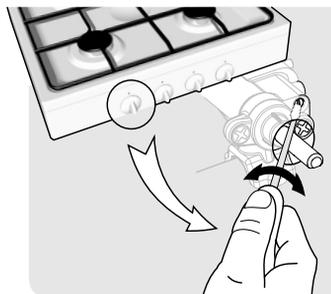

Рис. 4
- После замены сопел горелок следует отрегулировать ВМР кранов. Для этого необходимо перевести ручку крана в положение «малое пламя», снять ручку со штока, и отверткой, вращая ВМР, добиться минимального, но устойчивого пламени (рис. 4).